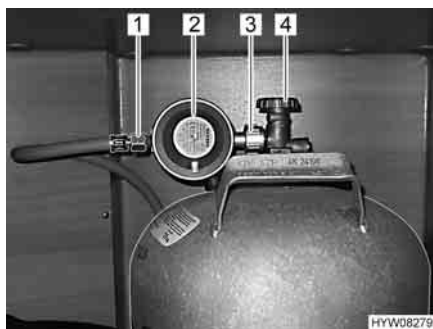

Fig. 91 Raccordo bombola del gas
- Chiudere la valvola principale di arresto (Fig. 91,4) della bombola del gas. Osservare la direzione della freccia.
- Tenere fermo il regolatore di pressione del gas (Fig. 91,2) e aprire il dado zigrinato (Fig. 91,3) con una chiave speciale adatta (filettatura sinistra).
- Rimuovere il regolatore di pressione del gas con il tubo del gas (Fig. 91,1).
- Collocare il regolatore di pressione del gas (Fig. 91,2) con il tubo del gas (Fig. 91,1) sulla bombola del gas e serrare bene il dado zigrinato (Fig. 91,3) con una chiave speciale adatta (filettatura sinistra; **non** serrare eccessivamente).